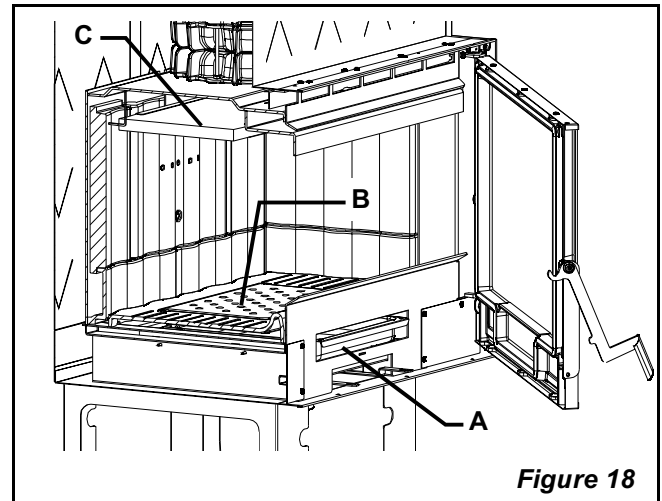

Figure 18
Pour un meilleur bien-être et une meilleure oxygénation de l'ambiante, l'air de combustion peut être prise directement de l'extérieur avec un raccord (diam.100mm Fig. 18 pos.C) de connexion à un tuyau flexible (qui n'est PAS fourni) pour l'air de combustion externe. Le tuyau de connexion doit être poli, avec un diam. min. de 100mm et longueur max. 4m et avec pas plus de trois courbes. Dans le cas où il soit branché directement avec l'extérieur il faut prévoir un brise-vent.
Pendant le nettoyage, il faut retirer de l'appareil le tiroir cendrier (Figure 18 - A), la grille (B) et le déflecteur fumées (C) pour favoriser la chute de la suie.